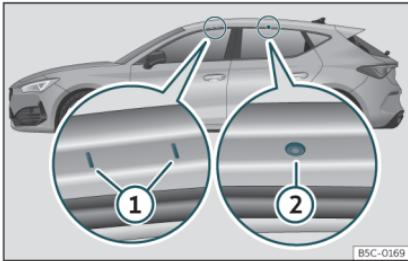

Fig. 135 Puntos de fijación de las barras longitudinales para el portaequipajes del techo (Leon).
Los puntos de fijación delanteros y traseros ① y ② sólo pueden verse con las puertas abiertas » fig. 135.